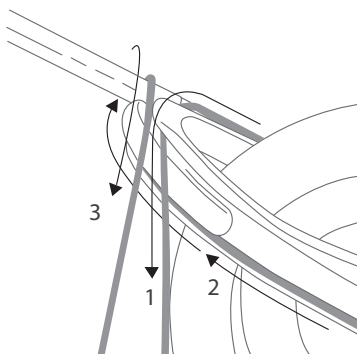

fig. 5.2.2
- Le testate del Voodoo Rail Open e Voodoo Carbo Open (img 5.2.2) possono richiedere un particolare giro della sagola per tenere l'asta ferma sul fusto, fare riferimento alle istruzioni per eseguire il "Voodoo loop" (fig. 5.2.2).
- Fare correre il monofilo lungo l'asta fino a raggiungere la testata, passando il monofilo stesso nell'apposita scanalatura della testata. (Fig 5.2.2)
- Nel caso di testata aperta fare riferimento alle istruzioni per eseguire il "Voodoo loop", per fermare l'asta sulla testata, con lo stesso monofilo. (fig 5.2.2)